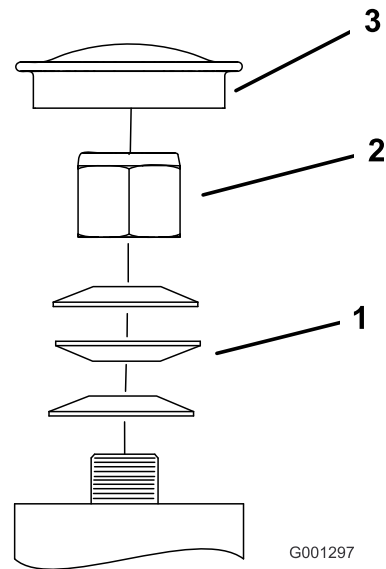

Figure 52
3. Retirez le capuchon antipoussière de la roue pivotante et serrez le contre-écrou (Figure 52).
4. Continuez de serrer le contre-écrou jusqu'à ce que les rondelles élastiques soient aplaties, puis desserrez-le de 1/4 de tour pour obtenir la précharge correcte des roulements (Figure 52).
Important: Veillez à placer les rondelles élastiques comme illustré à la Figure 52.
5. Remettez le capuchon antipoussière en place (Figure 52).